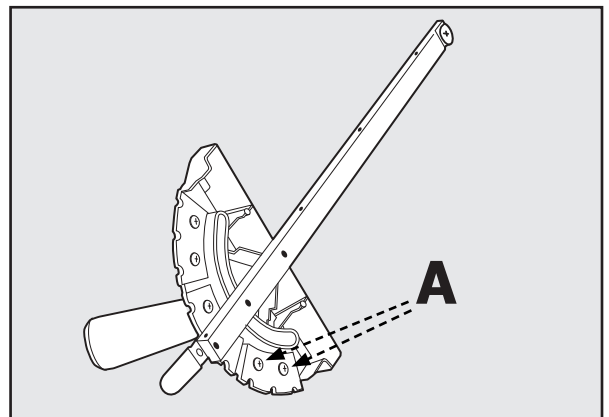

FIGURE 41
2. Desserrez les deux vis pour le segment de butée d'onglet pour le nouvel angle désiré. (A) est représenté dans la Figure 41.